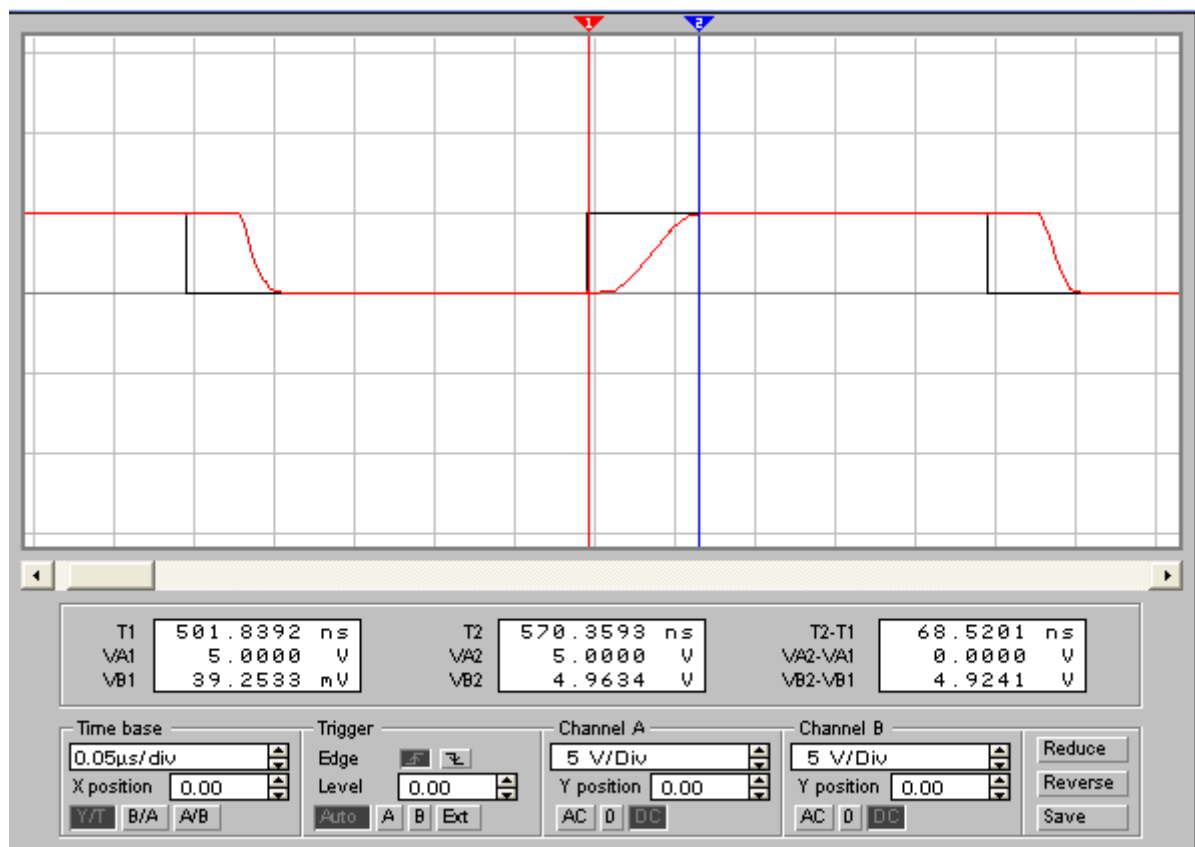

Рис. 6
- розгорніть зображення на увесь екран горизонтальною прокруткою (рис. 6);